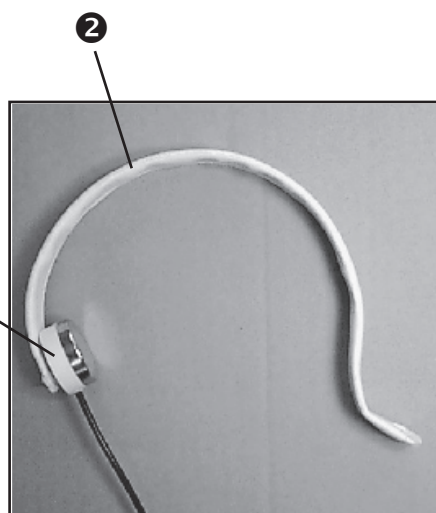

Fig. 7. Micrófono
- ❶ Cápsula del micrófono
- ❷ Gancho para el cuello
La cápsula del micrófono (❶, Fig. 7) se fija al lado de la faringe del paciente con la ayuda del gancho. También es posible separar la cápsula del micrófono del gancho (botón de presión) y dejar que el paciente lo apriete contra su laringe.